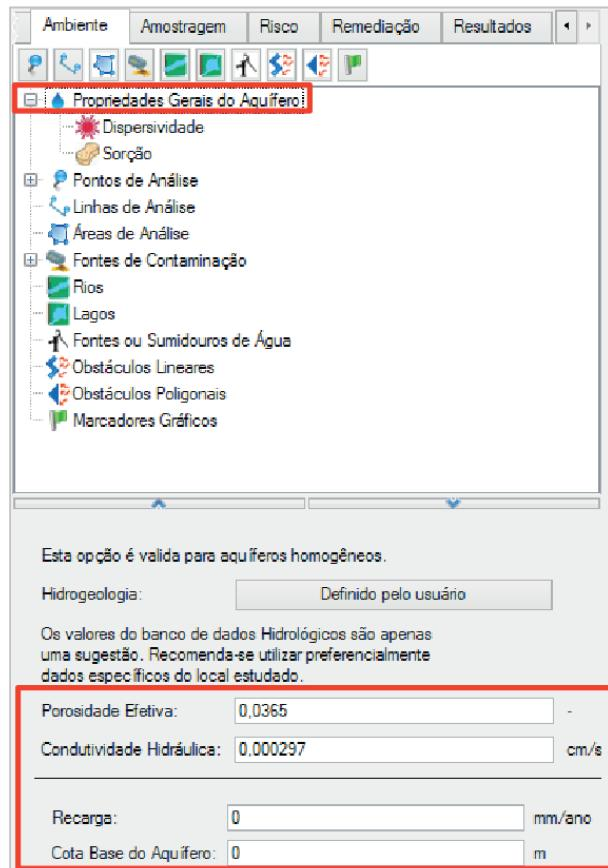

Figura 3.9 Determinando as propriedades gerais do aquífero por meio do módulo **Ambiente**.
- **Propriedades Gerais do Aquífero:** Nesta seção são inseridas as informações da porosidade efetiva e condutividade hidráulica representativas da área de interesse. Neste exemplo será considerado que a área apresenta características homogêneas para a porosidade efetiva e a condutividade hidráulica (Figura 3.9).